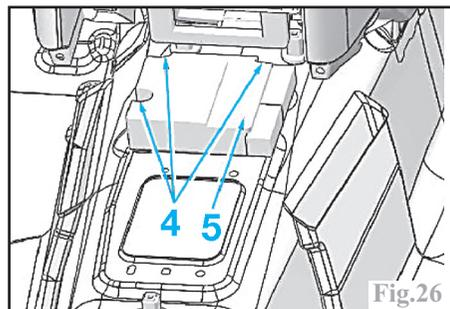

Fig.26
Déposer les 3 écrous (4) et le calculateur (5) (Fig.26)